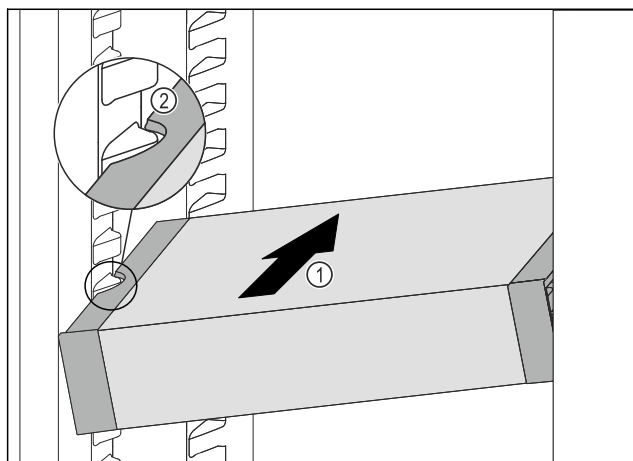

Fig. 101
- VarioSafe schräg in das Kühlteil einschieben Fig. 101 (1), bis sich die seitlichen Aussparungen Fig. 101 (2) des VarioSafes auf Höhe der Behälterrippe im Kühlteil befinden.